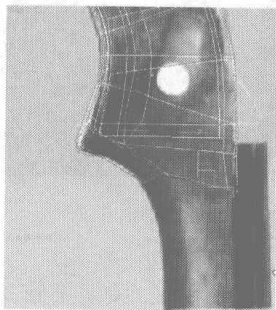
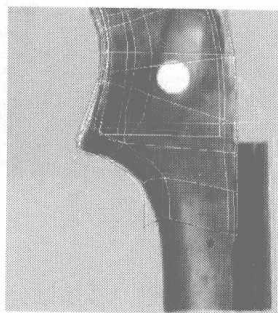
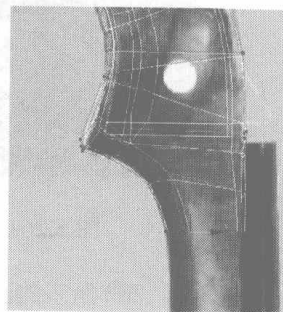

图 5.254
图 5.255
图 5.256
- 24** 选择如图 5.254 所示的曲线，按住 Shift 键向下拖动，复制出边沿，如图 5.255 所示。调整模型上的点到如图 5.256 所示的位置。